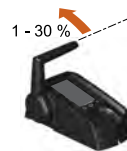

Fig. 68: Campo 1-30%
4. Portare la leva dell'acceleratore sul campo 1-30%, **vedere "Fig. 68: Campo 1-30%"**.